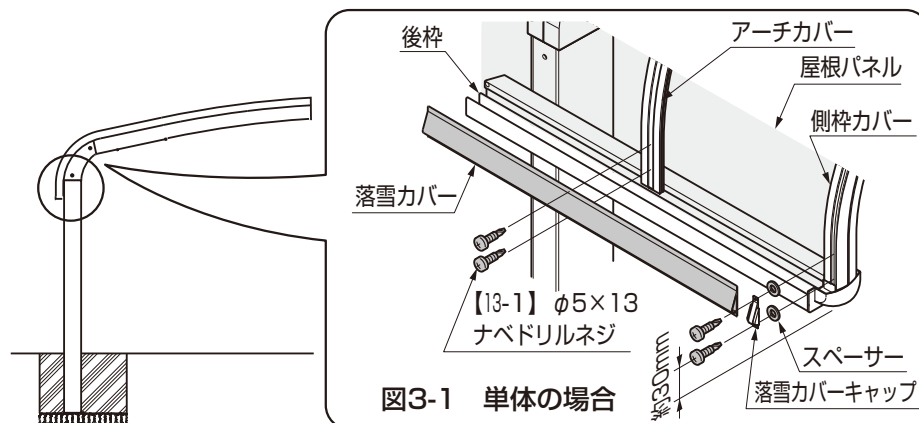

図3-1 単体の場合
- 落雪カバーキャップと側枠カバーのすき間にスペーサーを貼付けてください。(図3-1参照)